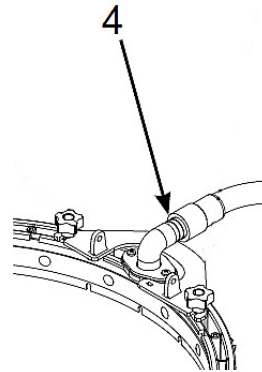

Abb. 14: Saugschlauch einsetzen
Schritt 5: Setzen Sie den Saugschlauch (Pos.4,Abb.14) in die Saugleiste ein.